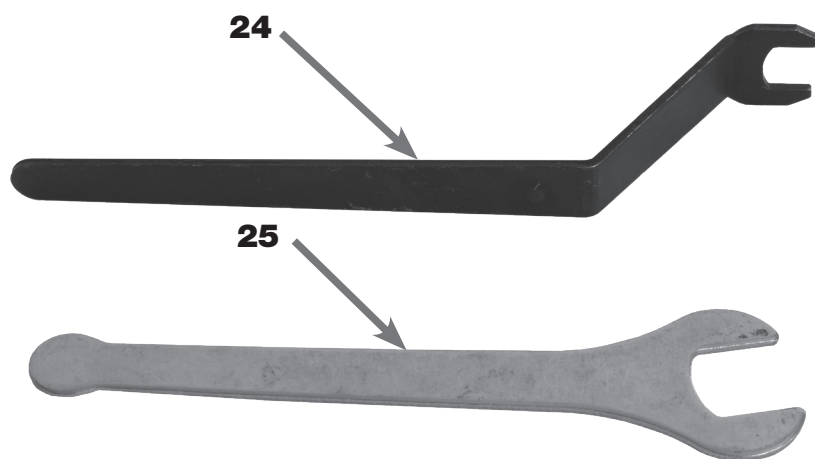

FIGURA 11 - Chaves Fixas
Por meio de duas Chaves Fixas (24) e (25) o usuário pode fixar facilmente a Fresa (04) escolhida no Conjunto de Pinças (23), ambas ferramentas são fornecidas com a máquina (figura 11).